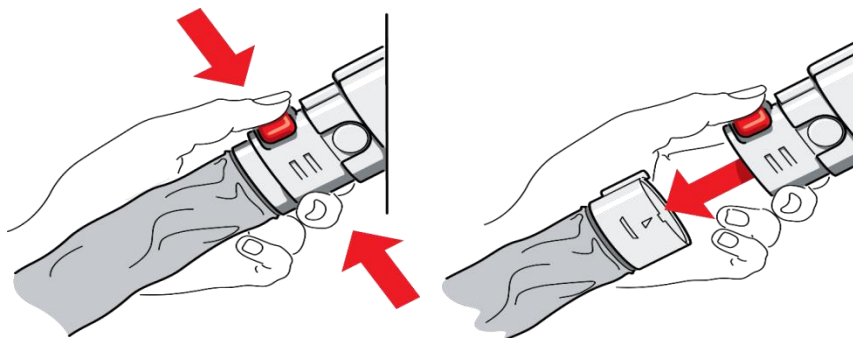

Abb. 14: CPR-Notfall - Entleeren der Matratze
- e. Drücken Sie die **CPR-Taste**, um den Konnektor zu trennen (Abb. 14).